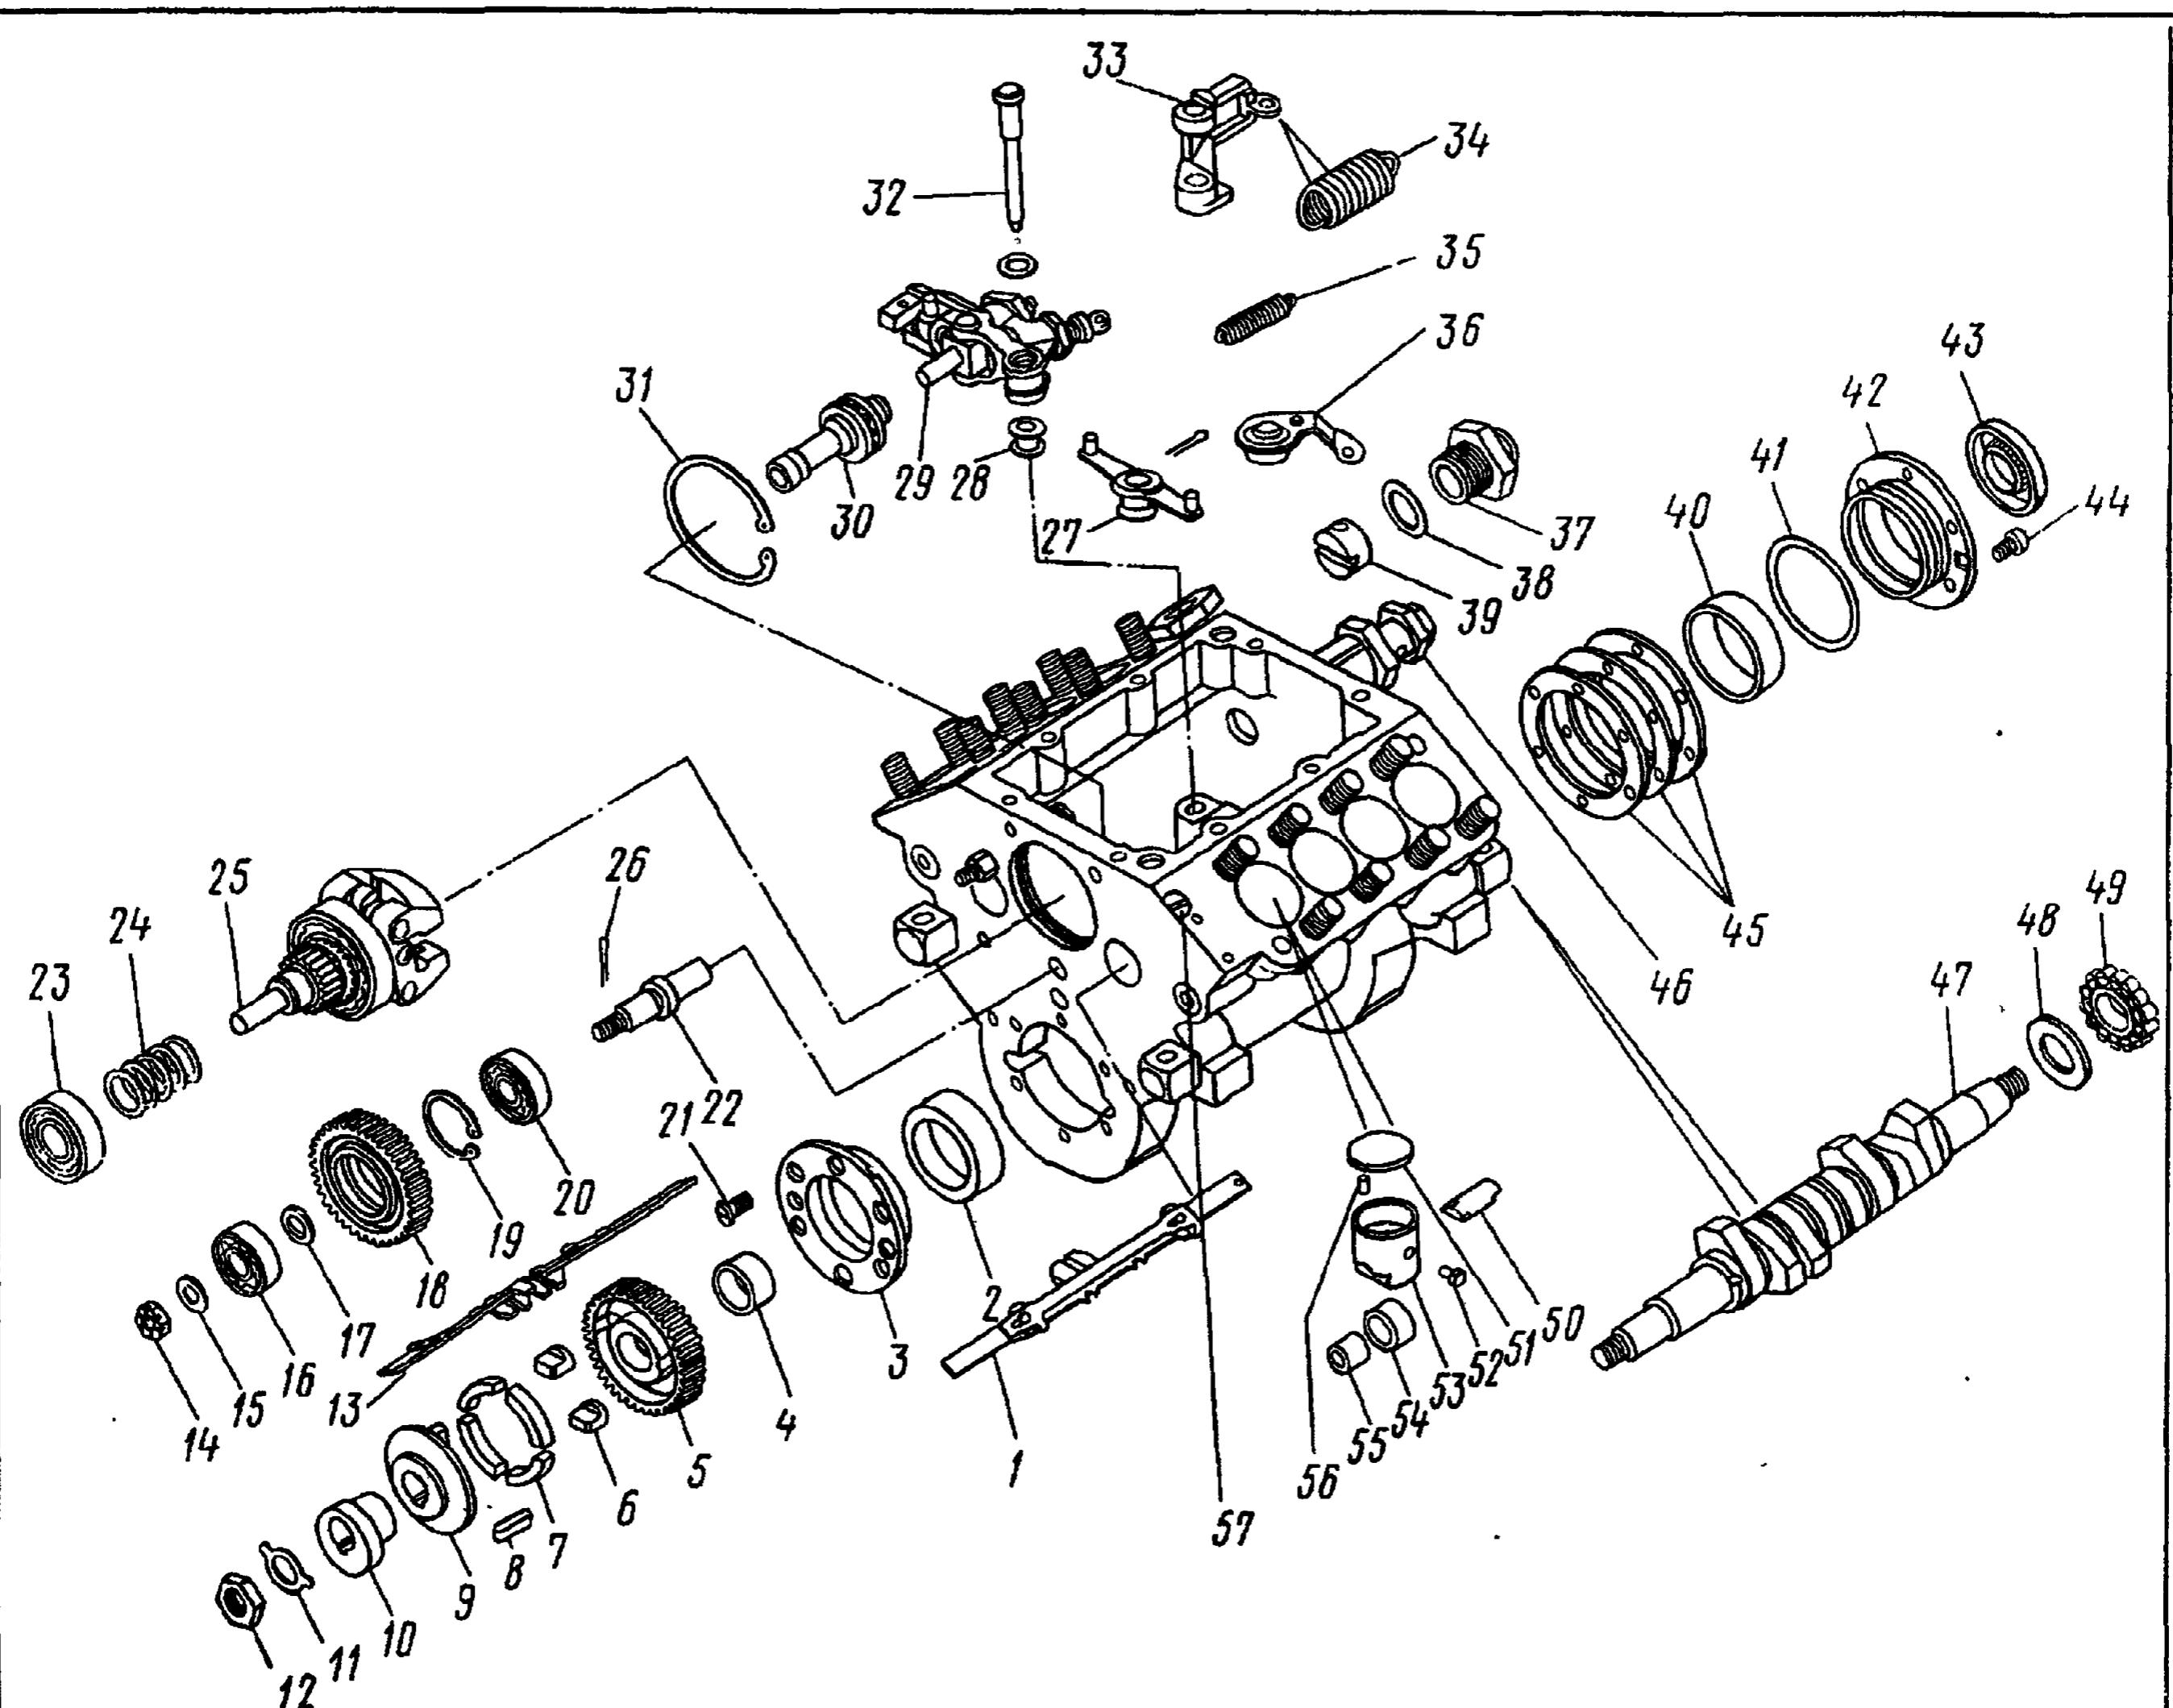

Рис. 80. Регулятор частоты вращения:
8. Выверните пробки 37 (рис. 80), снимите уплотнительные кольца 38, втулки 39, выньте рейки 1, освободив фиксаторы. Отверните гайки 11 (см. рис. 79), снимите пружинные, плоские 12 и стопорные 10 шайбы. Выньте восемь секций 9 в сборе из корпуса 24 насоса	Сменная головка 17 мм, вороток, отвертка, ключ 22 мм
9. Снимите ось 32 (см. рис. 80) рычага регулятора с шайбой	—
14. Отогните усики стопорной шайбы 11, отверните гайку 12 крепления ведущего зубчатого колеса регулятора, снимите шайбу 11, спрессуйте съемником (рис. 81) эксцентрик 10 (см. рис. 80) привода топливоподкачивающего насоса, фланец 9 ведущего зубчатого колеса и зубчатое колесо 5. Снимите шпонку 8, четыре сухаря 7 ведущего зубчатого колеса и две вставки 6 ведущего зубчатого колеса, снимите упорную втулку 4 с кулачкового вала	Отвертка, молоток, бородок
18. Вывните кулачковый вал 47 из корпуса, спрессуйте съемником (рис. 82) внутренние кольца 49 (см. рис. 80) подшипников с прокладками 48 с вала	Сменная головка 19 мм, вороток, приспособление